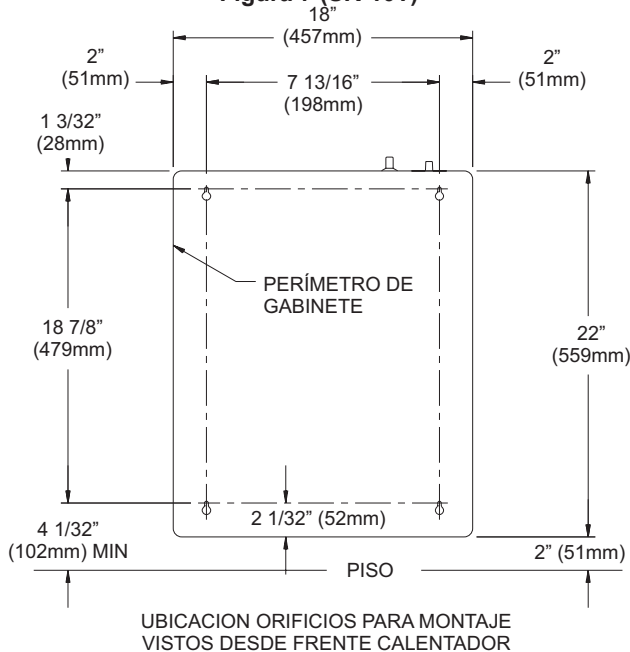

Figura 8 (SR-18T)
1. Alinear los orificios de la base con los orificios de los tornillos en la parte inferior del calentador, como se muestra en la Figura 8.
2. Conectar la base al calentador con los (4) tornillos que se proveen.